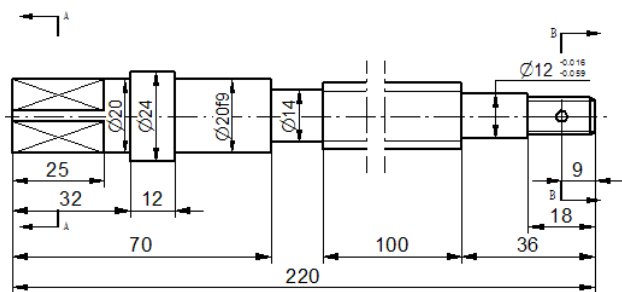

图 8.13.38 标注主视图尺寸 2
- (5) 标注直径 20f9。单击“尺寸类型”按钮 ，然后在弹出的下拉菜单中选择 **h7** 类选项，在适合类型下拉列表中选择 **适合** 选项，在轴的下拉列表中选择 **f9** 选项，标注结果如图 8.13.38 所示。
- (6) 标注带公差直径 12。单击“尺寸类型”按钮 ，然后在弹出的下拉菜单中选择 **x±公差** 选项，标注结果如图 8.13.38 所示。